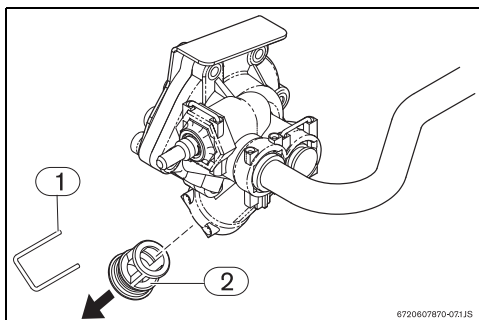

Fig. 9 Purga
- ▶ Retirar el clip de fijación de la tapa del filtro (Fig. 9, [1]).
- ▶ Retirar la tapa del filtro (Fig. 9, [2]) del cuerpo de agua.